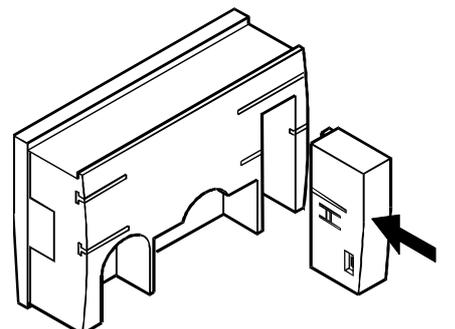

Abb. 15 Einstecken des Applikationsmoduls
1. Stecken Sie das Applikationsmodul ein, wie in Abb. 15 gezeigt.
- Schieben Sie das Applikationsmodul, wie in Abb. 15 gezeigt, in das Controllergehäuse, bis es einrastet.